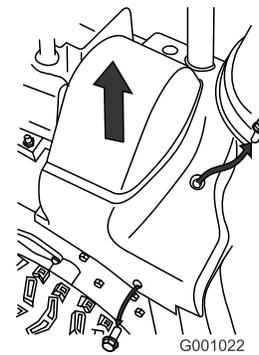

Bild 45
2. Heben Sie die rechte Seite der Riemenabdeckung an (Bild 45).